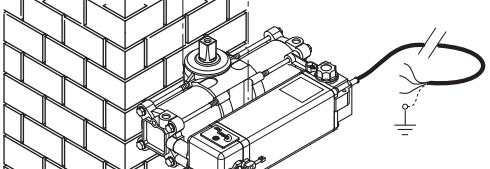

FIG. 18
- Le Combi 740 est inséré dans le coffrage, fixé grâce à deux goujons hexagonaux et maintenu guidé par les deux fentes rehaussées à la base du Caisson (Fig.18).